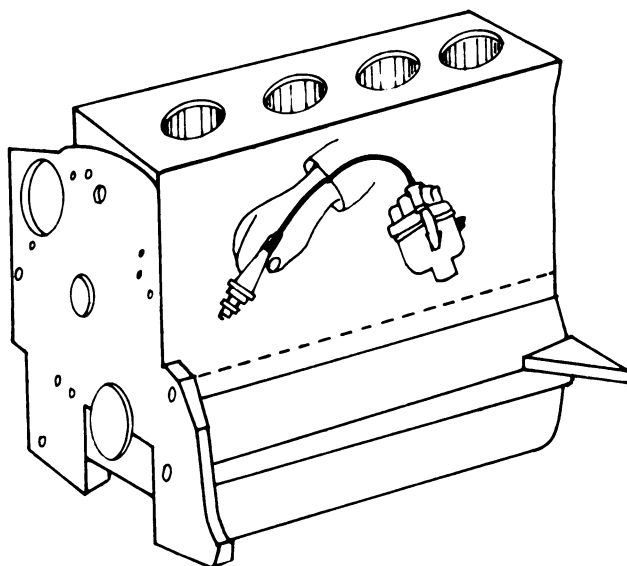

Fig. 13. Prueba de la bujía juntándola al bloque.
**Una o varias bujías.** En este caso la prueba se hace de la siguiente manera: se saca la bujía cuya línea se desea probar y una vez afuera se conecta a su respectivo cable, se apoya la bujía contra el monobloque (Fig. 13) y se hace girar el motor con el arrancador o manivela para ver si salta chispa entre sus electrodos o no. Si no, el encendido falla en esa bujía. El procedimiento se repite con todas las demás y, como el Cuadro lo indica, puede deberse a distribuidor, cables o bujías:
*La bujía* se puede probar juntándola al bloque (Fig. 13) pero es más seguro conectar cada bujía a un probador especial, que previamente las limpia con un baño de arena en turbulencia. En cualquier caso, si